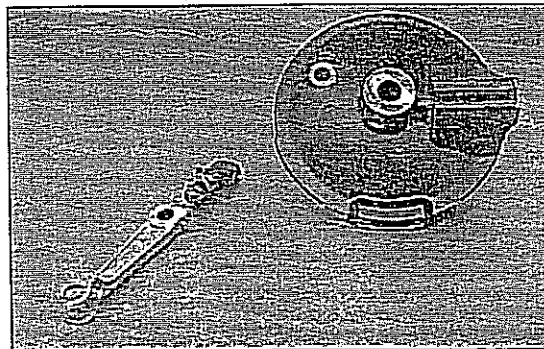

Bild 188
- Bremsnockenhebel so montieren, dass der Spalt der Verzahnung mit dem Verschleissanzeiger fluchtet. Schraube und Mutter fest anziehen. Siehe Bild 188.